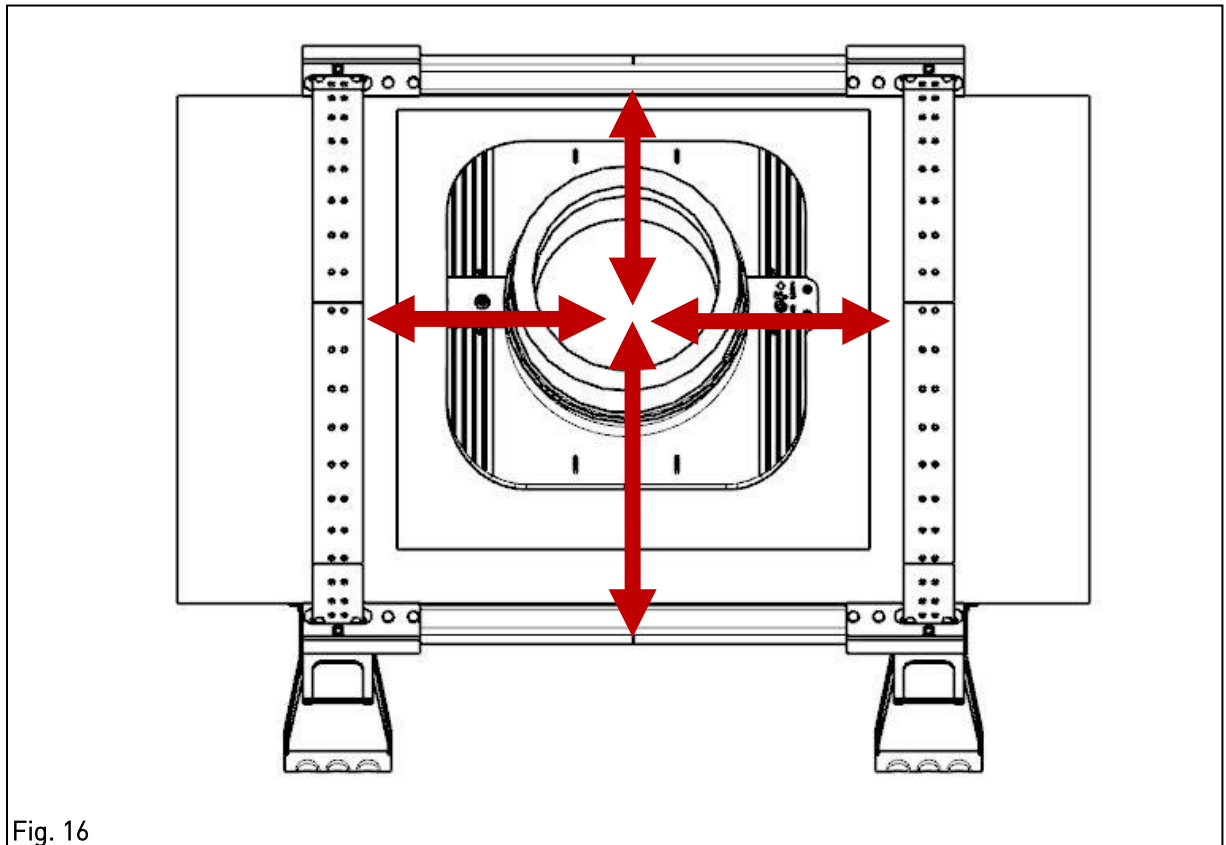

Fig. 16
5. För att markera läget, rikta in centrumunkten på anslutningsadeln med korslinjen hos ram TL 225, se Fig. 16